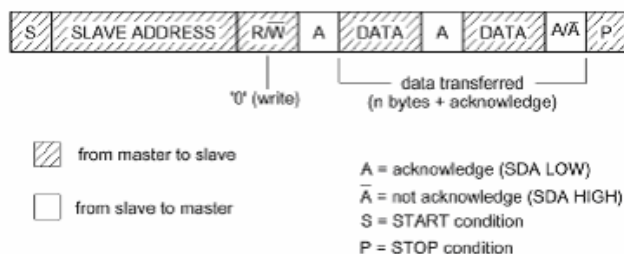

图10-10 传输方向不变
- 传输方向不变。主机发出第一字节，从机响应后，主机发送数据到从机，此时第一字节和之后传送的字节方向一样，都是从主机到从机，如图 10-10 所示。主机向从机写数据属于这种情况。